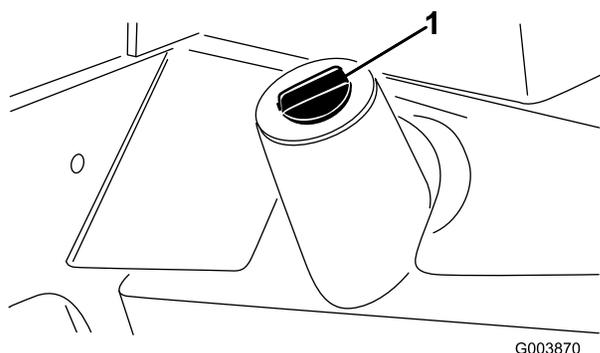

Figure 28
2. Nettoyez la surface autour du goulot et du bouchon de remplissage du réservoir hydraulique (Figure 28).